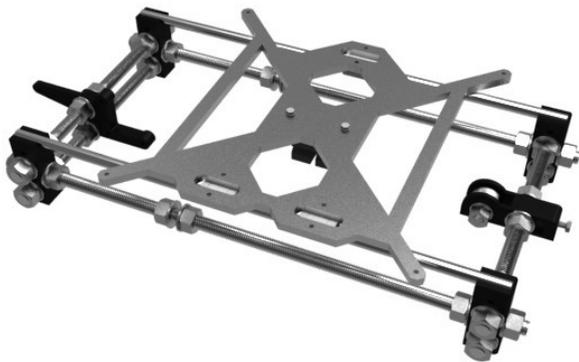

图 3-36 安装热床底板
(2) 接着用扎线带固定底板到 Y 轴滑竿导轨上, 如图 3-36 所示。